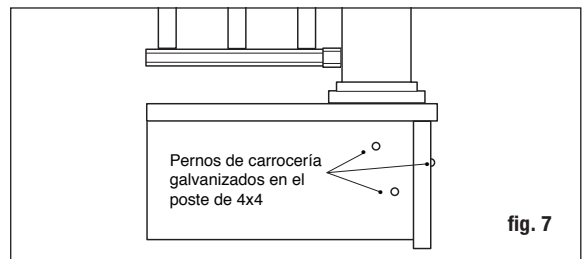

fig. 7
Paso 3 Posicione, alinee verticalmente con un nivel, y sujete con abrazaderas el poste de barandal a la cara interior de la viga. Vuelva a alinear verticalmente. El poste de barandal de 10.2 x 10.2 cm (4x4 pulg.) debe sujetarse con pernos al interior de las vigas usando dos pernos de carrocería galvanizados de 1.27 x 15.24 cm (1/2 x 6 pulg.). Los postes en esquinas requieren un tercer perno de carrocería insertado a través de la viga adyacente (fig. 7).
Paso 3 Posiciones, alinee verticalmente con un nivel, y sujete con abrazaderas el poste de barandal de escalera a la cara interior del travesaño. Vuelva a alinear verticalmente. El poste de barandal de 10.2 x 10.2 cm (4x4 pulg.) debe sujetarse con pernos al interior del travesaño usando dos pernos de carrocería galvanizados de 1.27 x 15.24 cm (1/2 x 6 pulg.). Los postes en esquinas requieren un tercer perno de carrocería insertado a través de la viga adyacente (fig. 7). Los postes a nivel de piso deben fijarse en concreto.